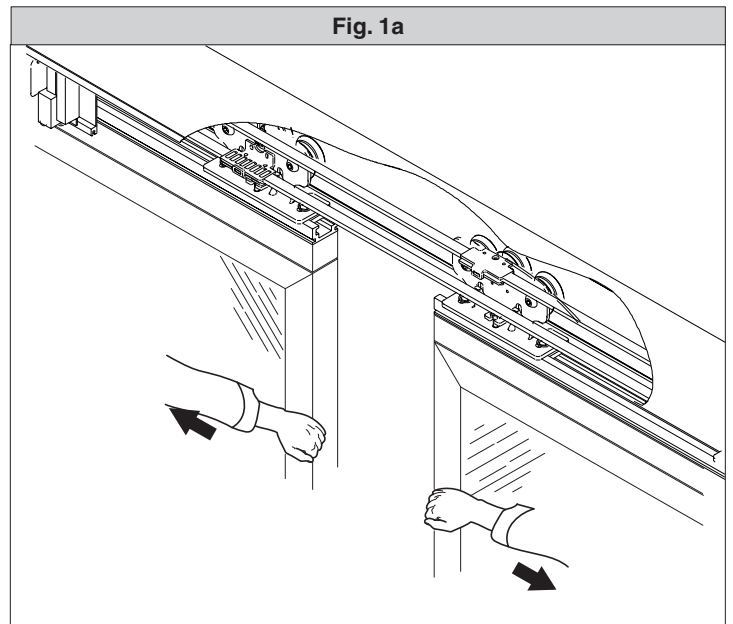

Fig. 1a
3.1) Senza dispositivi di blocco o di batterie tampone (fig. 1a).